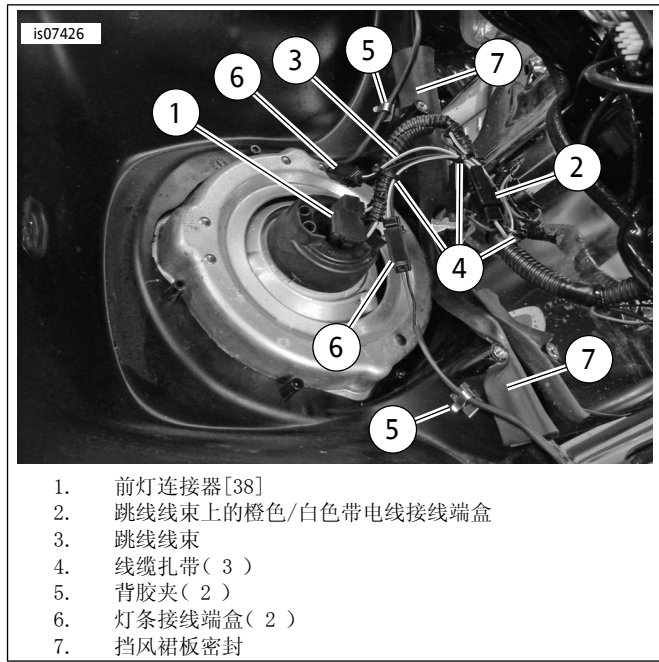

图2. 挡风板边缘灯线夹和线缆扎带位置
1. 参见图2。从套件中取出跳线线束(3)、线缆扎带(4)和背胶夹(5)。